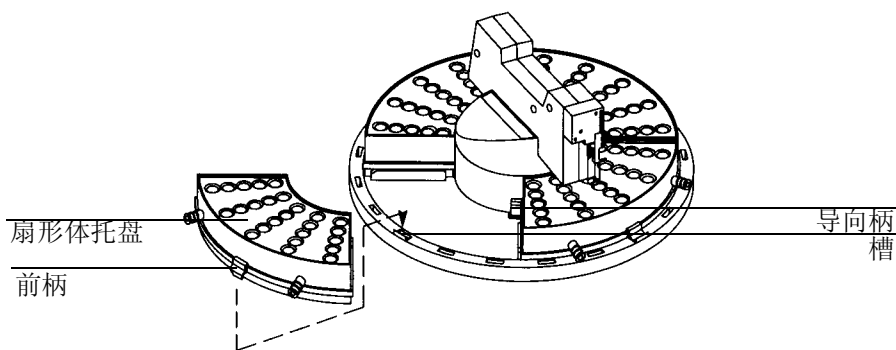

图 2 安装扇形体托盘
4. 安装扇形体托盘。将每个扇形体的边缘按托盘的导向滑入，然后将前柄放入托盘的槽内。参见图 2。